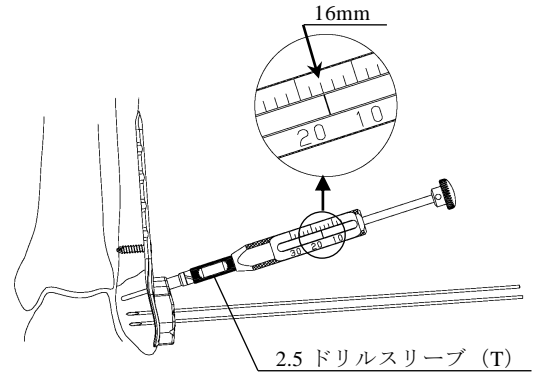

図 1
2.5 ドリルにてドリリング後、デプスロッドを 2.5 ドリルスリーブ（T）の後端に突き当たるまで挿入します。デプスロッド後端のつまみを軽く押して先端が突き当たったところで計測し、計測値と同一長さのスクリューを選択します。（図 1）